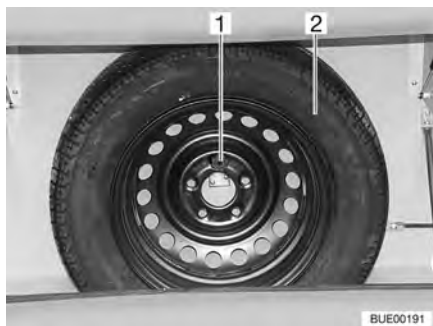

Bild 222 Reservhjulshållare
Reservhjulshållaren är monterad i gasboxen. Reservhjul erhålls (Bild 222,2) mot extrakostnad.
- Bulten (Bild 222,1) lossas.
- Reservhjulet (Bild 222,2) tas ut.